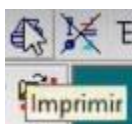

Figura 341. Exportación del plano.
48. En el menú superior, seleccionar el botón “Imprimir” para activar las opciones de exportación del plano. Figura 341.